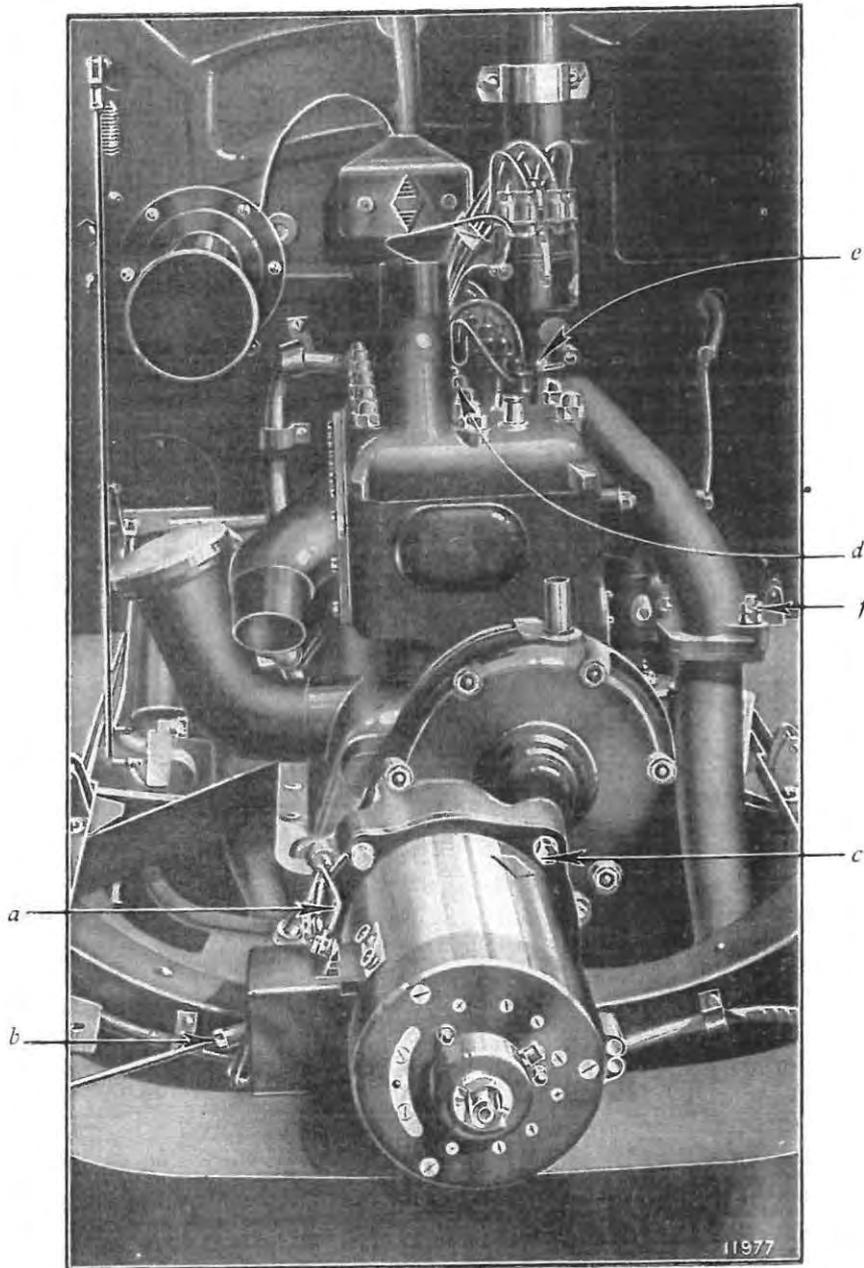

Fig. 1. — Vue avant du moteur sur châssis pour démontage de la dynastart.
5. **Enlever la dynastart (Fig. 1).**
6. Enlever les bougies et la rampe de fils (Fig. 1).
7. Enlever le distributeur d'allumage (*Fig. 1*).